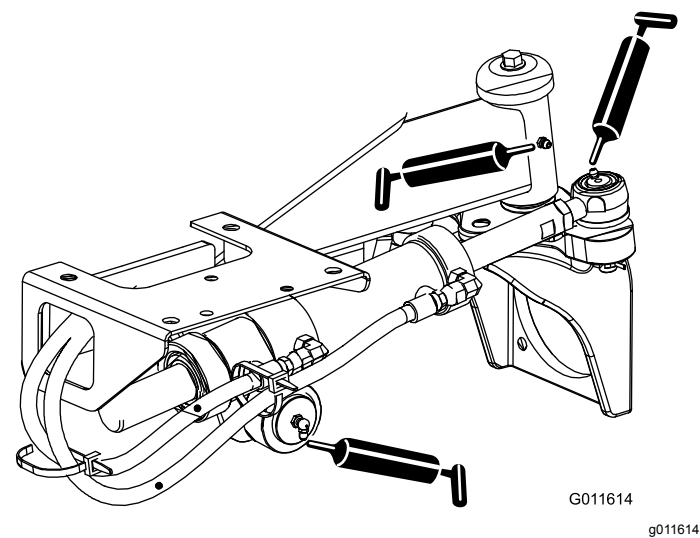

Figura 53
- Rótulas do cilindro de direção (2) e eixo traseiro (1) (Figura 53)